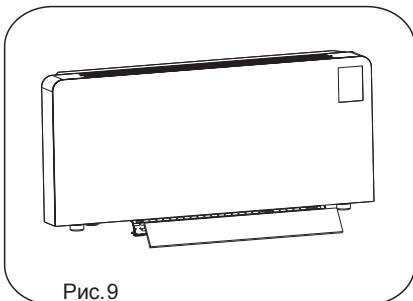

Рис.9
- 2) Снимите решетку выпускного воздушного фильтра как показано ниже (Рис.9) ;